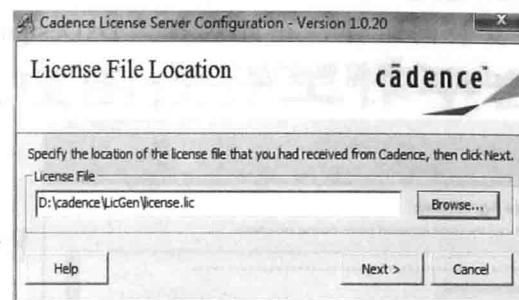
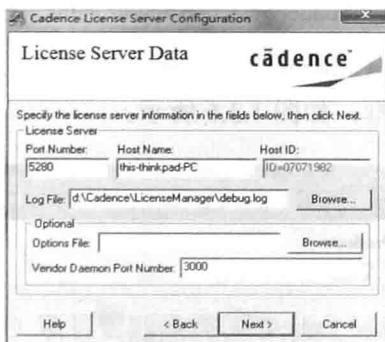

图 1.2.25 “License File Location”对话框
图 1.2.26 “License Server Data”对话框
(14) 在计算机“开始”菜单的“所有程序”中找到 cadence\LicenseManager\License servers configuration Utility，在弹出的“License File Location”对话框中单击“Browse...”按钮，指定 license.lic，如图 1.2.25 所示。单击“Next”按钮，出现“License Server Data”对话框，如图 1.2.26 所示。